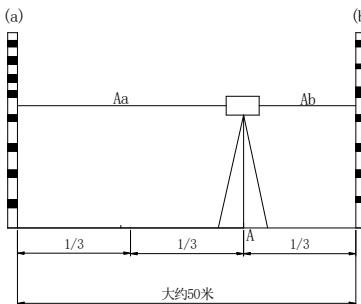

图1
1.如图 1 所示，将仪器安置三脚架上，并使脚架位于相距约 50 米的两根水准之间的 A 处，A、B 两点将两水准尺间的距离分成三个等分；